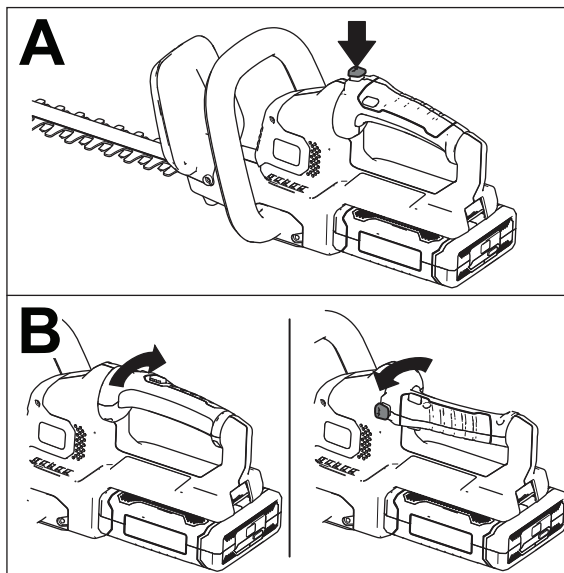

Bild 5
1. Halten Sie die drehbare Sperrtaste gedrückt (A in **Bild 5**).
2. Drehen Sie den Holm um 90° nach links oder rechts, abhängig von der gewünschten Schnittrichtung. Lassen Sie die drehbare Sperrtaste dann los, um den Holm in der gewünschten Stellung zu arretieren (B in **Bild 5**).